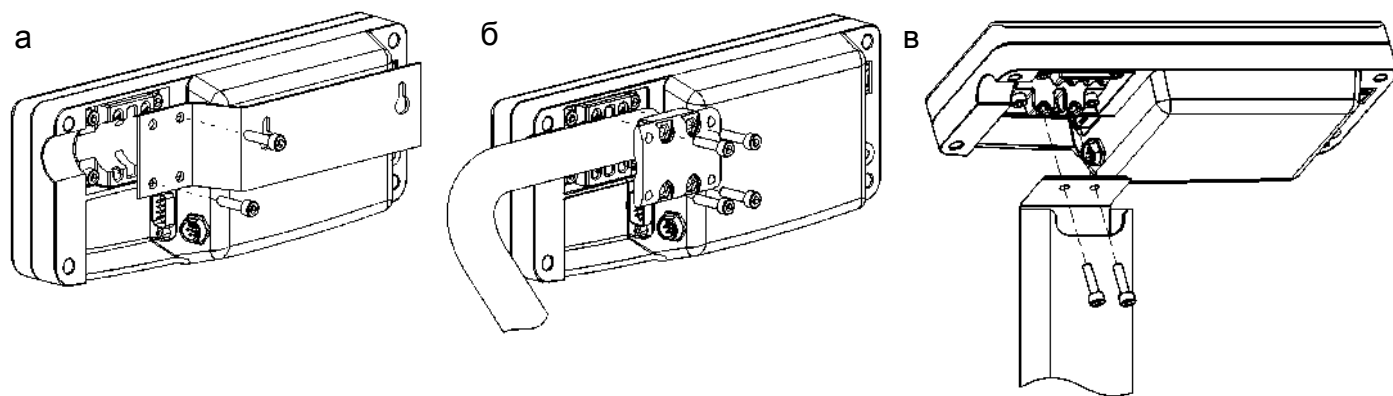

Рис. 5.5 - Варианты крепления устройства индикации:
- закрепить устройство индикации на стойке кронштейном, затянув четыре винта М5х30 с небольшим усилием (Рис. 5.5б). Излишек кабеля заправить в стойку со стороны устройства индикации;
- закрепить двумя винтами М5х20 устройство индикации на стойке (Рис. 5.5в). Излишек кабеля заправить в стойку.
- закрепить двумя винтами М5х20 устройство индикации на стойке (Рис. 5.5в).